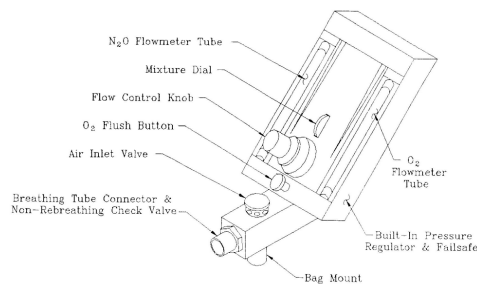

Figure 30
A. Rotiti valva de control a fluxului in sensul opus acelor de ceasornic (vezi fig 30) . rotit discul selector al mixturii pana la pozitia de 100%.
NOTA Esecul unui test functional trebuie sa se continue prin trimiterea unitului in service. Aceste teste trebuie facute in mod periodic, pentru a asigura functionarea in conditii optime a aparatului. (vezi fig. 30)